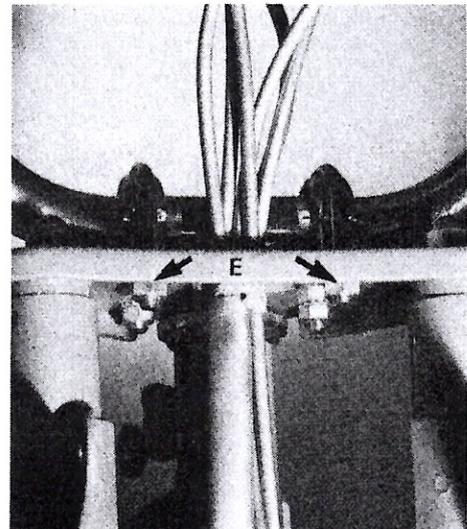

Fig. 6
L'agrément de la conduite dépend en partie de l'inclinaison de guidon. Recherchez celle qui convient le mieux. Pour obtenir la position désirée, desserrez à l'aide d'une clé de 11 mm les écrous (E) (fig. 6) maintenant les colliers de fixation. Inclinez le guidon vers l'avant ou vers l'arrière selon le cas. Serrez fortement les 4 écrous jusqu'à l'immobilisation complète du guidon.